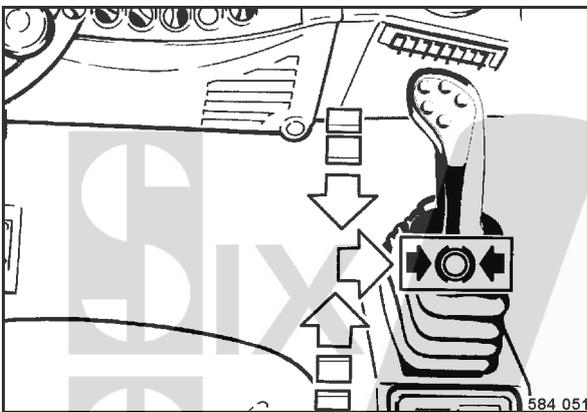

fig. 63
- Déplacer le levier de commande de marche (fig. 63) sur position de freinage.